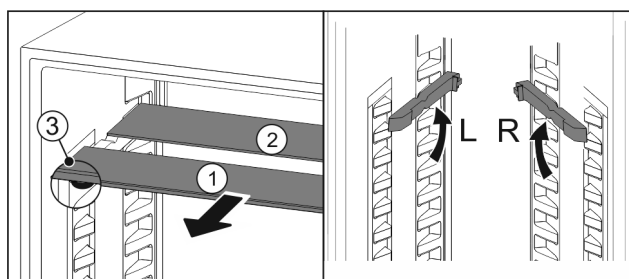

Fig. 22
- Skleněné desky jednotlivě vytáhněte dopředu Fig. 22 (1).
- ▷ Skleněná deska Fig. 22 (1) s ozdobnou lištou leží vpředu.
- ▷ Zarážky Fig. 22 (3) směřují dolů.